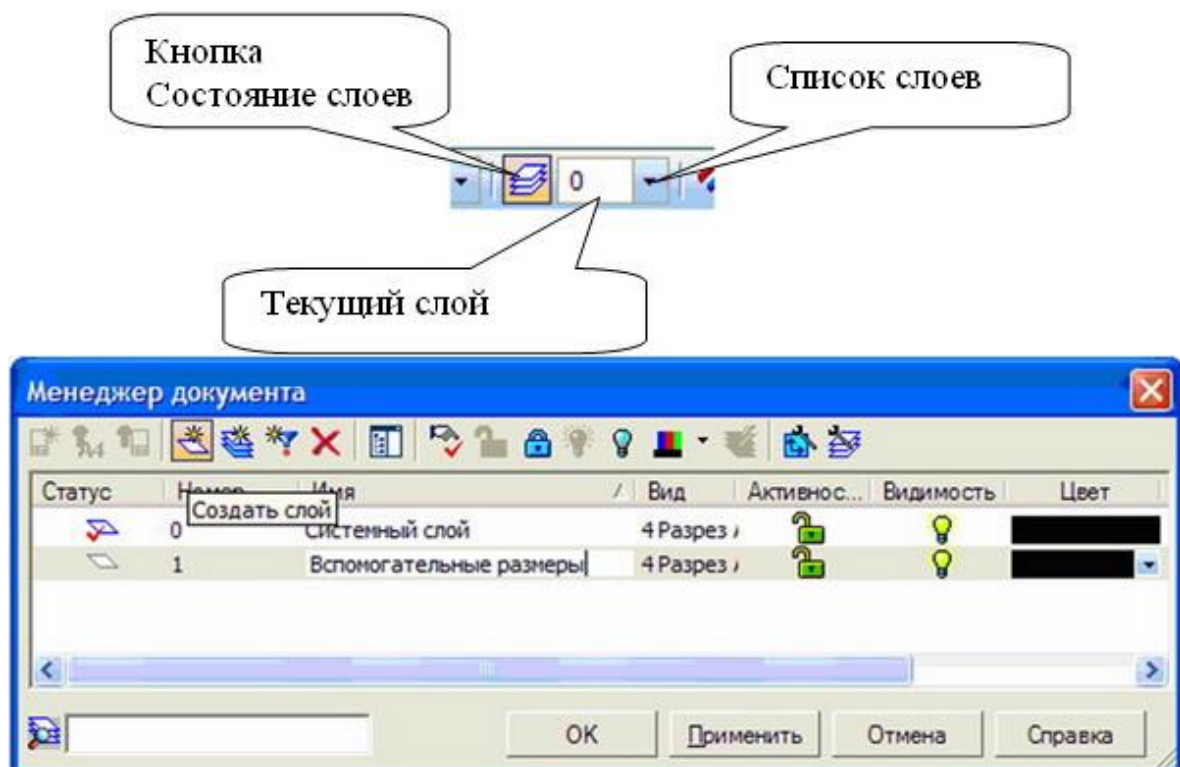

Рис. 54. Панель Управления слоями и менеджер документа
1. Управление слоями осуществляется вызовом команды Состояние слоев на панели Текущее состояние (рис. 54).